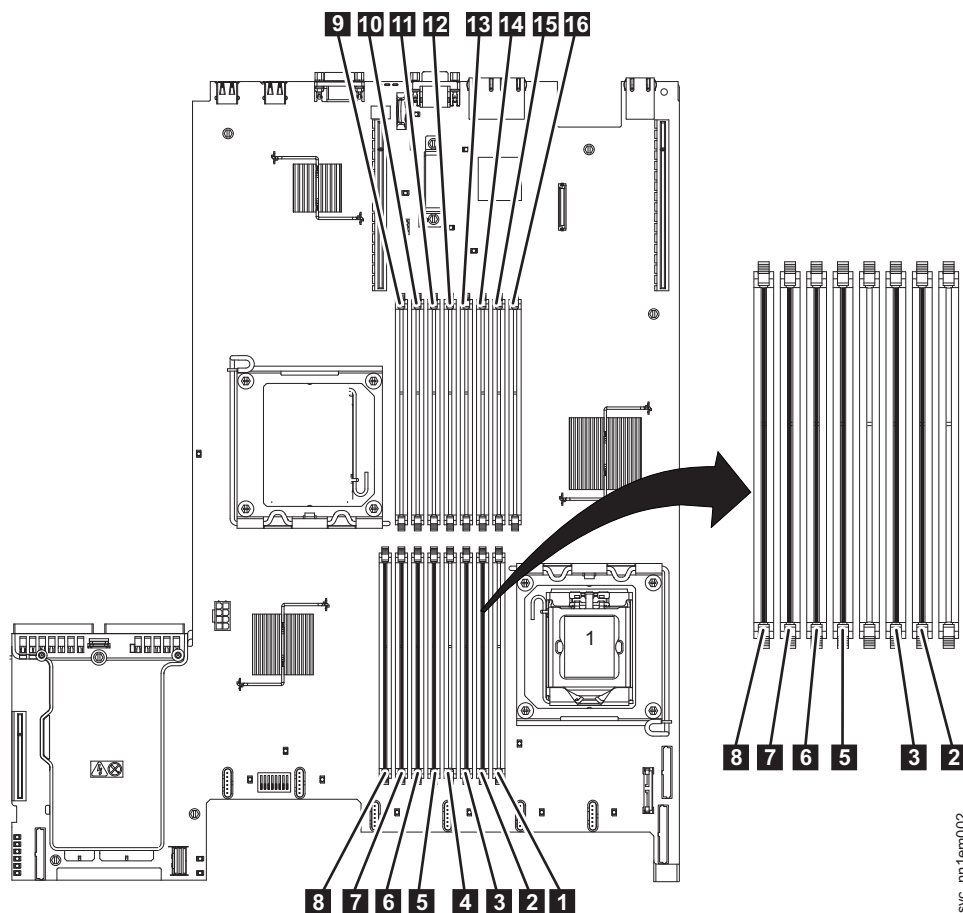

Figura 112. Localizando os módulos de memória do SAN Volume Controller 2145-CF8
- O nó SAN Volume Controller 2145-CF8 usa seis módulos nos slots DIMM **2** , **3** , **5** , **6** , **7** e **8** , conforme mostrado em Figura 112 na página 143.